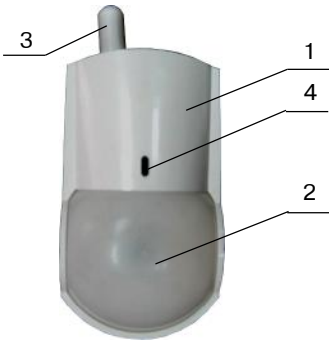

Рис.58. Внешний вид извещателей РК-ИК
Внешний вид извещателей РК-ИК приведен на рис. 58. Основными элементами извещателей являются: - крышка (1), линза Френеля (2), печатная плата с установленными на ней DIP-переключателями, основание, кронштейн, внешняя антенна (3) (только для исп.1). На передней крышке извещателя расположен световой индикатор (4).